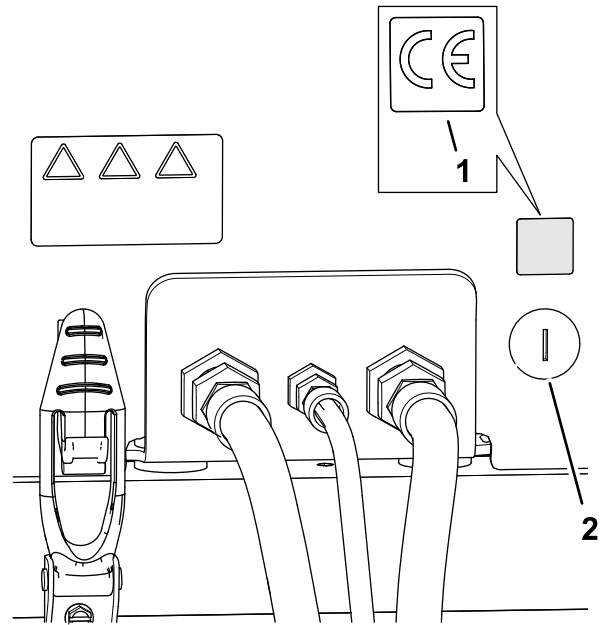

图 37
- 使用外用酒精和干净的抹布清洁机罩闩锁旁边的区域，并让机罩晾干（图 37）。